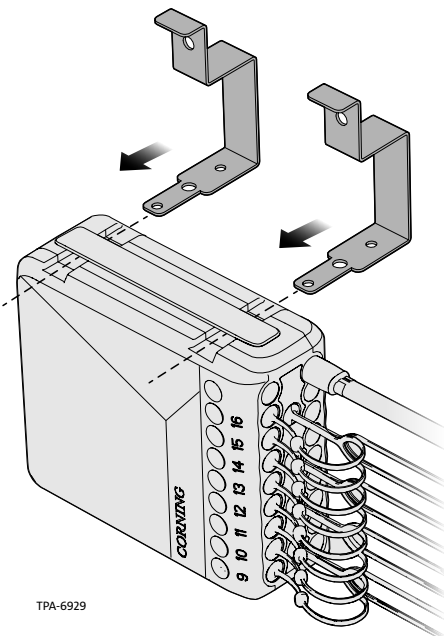

Abbildung 5
Schritt 1: Schieben Sie die Haupthalterung von der Rückseite in die seitlichen Schlitze am Terminal (Abbildung 5).